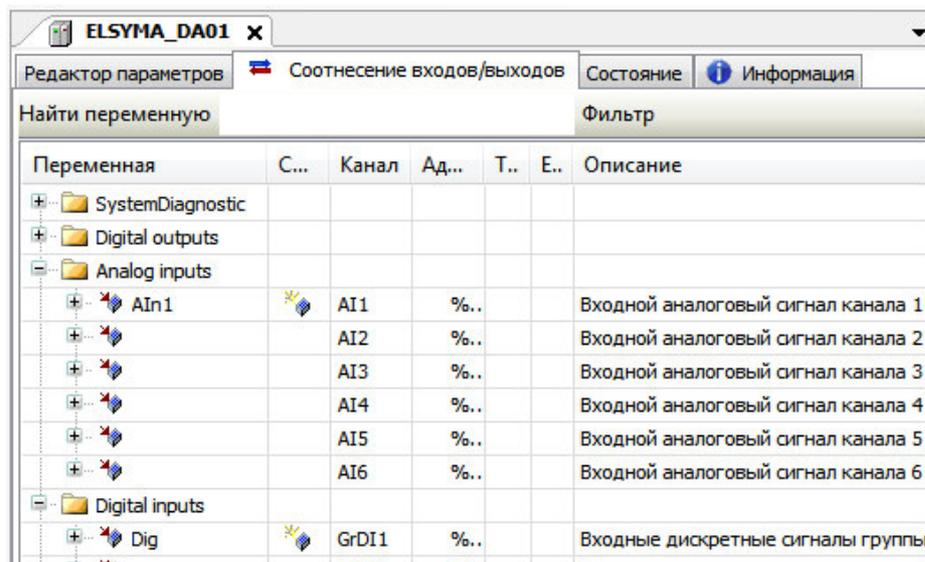

Рисунок 3.10 – CoDeSys. Закладка ELSYMA_DA01. Соотнесение входов/выходов
- В столбце *Переменная* (нажав на ячейке двойным щелчком левой кнопки «мышь») ввести имя переменной в соответствии с описанием (рисунок 3.10):